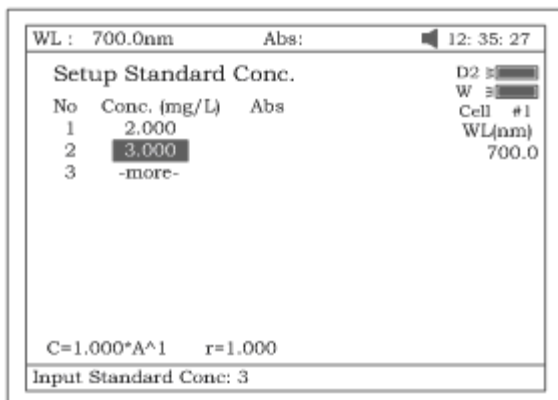

Рис. 31.
- Аналогично введите концентрации всех стандартных образцов в последующие строки. Для изменения введенных данных пользуйтесь клавишами **[Λ]**, **[V]**, **[ОЧИСТИТЬ]** (рис.31).